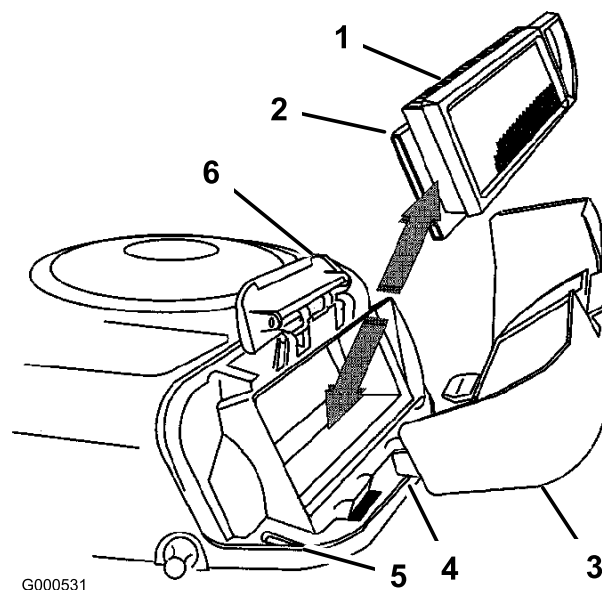

Bild 32
5. Schieben Sie den Papier- und den Schaumeinsatz vorsichtig vom Gebläsegehäuse herunter (Bild 32).
2. Fluchten Sie die Nasen des Luftfilterdeckels mit den Schlitten im Gebläsegehäuse aus (Bild 32). Haken Sie den Griff in die Abdeckung ein und drücken auf den Griff, um diesen einzurasten.